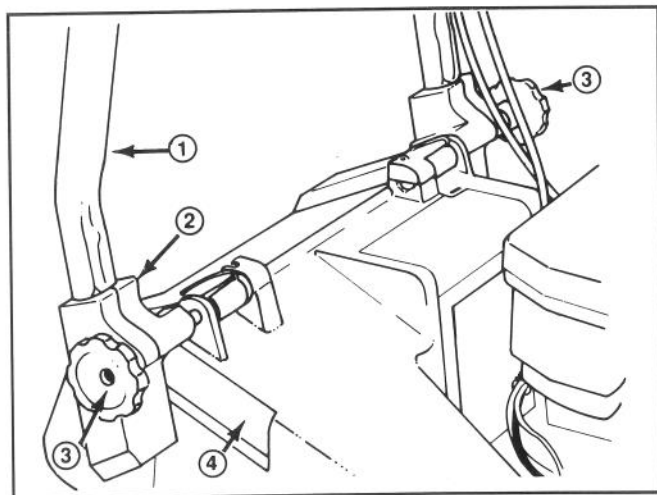
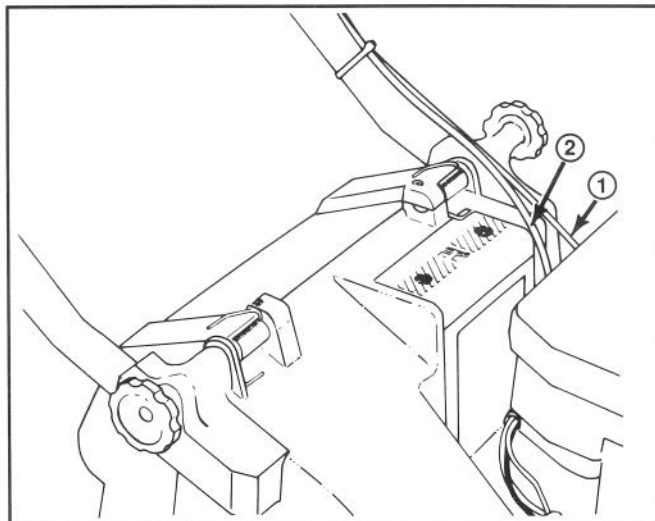

Abbildung 1
Abbildung 2
1. MONTAGE—Drehknöpfe auf der Gestängehalterung lockern (Abb. 1).
3. Die Enden der Griffstange in die Löcher der Gestängehalterung schieben bis sie sicher gehalten werden (Abb. 1). Sicherstellen, daß die Gaszug- und Antriebskabel (selbstgetriebenes Modell) an der Gestängehalterung links oben sind (Abb. 2).
4. Den Griff und die Gestängehalterungen nach hinten schwenken bis die Rastklinken sicher in den Gehäusekasten gehalten werden (Abb. 2).